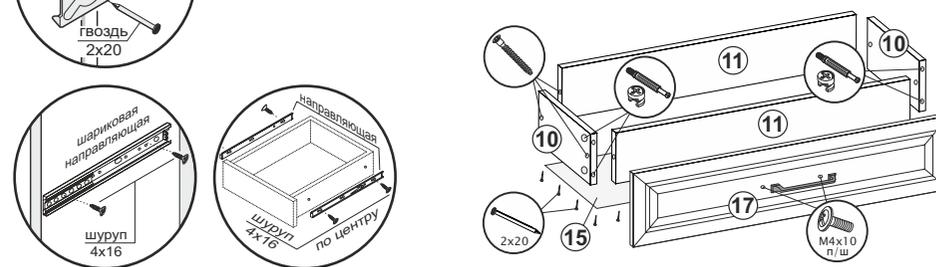

Рис.2
12. Соединить детали ящика (10,11) еврошурупами. Замерить диагонали получившихся ящиков и прибить ХДФ (15) гвоздями 2x20 (рис.2).
13. К створкам (17) прикрутить ручки винтами М4x10 П/Ш. Установить створки (17) на собранные ящики с помощью эксцентриков (рис.2).
14. Прикрутить ответные части направляющих по центру деталей ящика (10) шурупами 4x16 (рис.2).